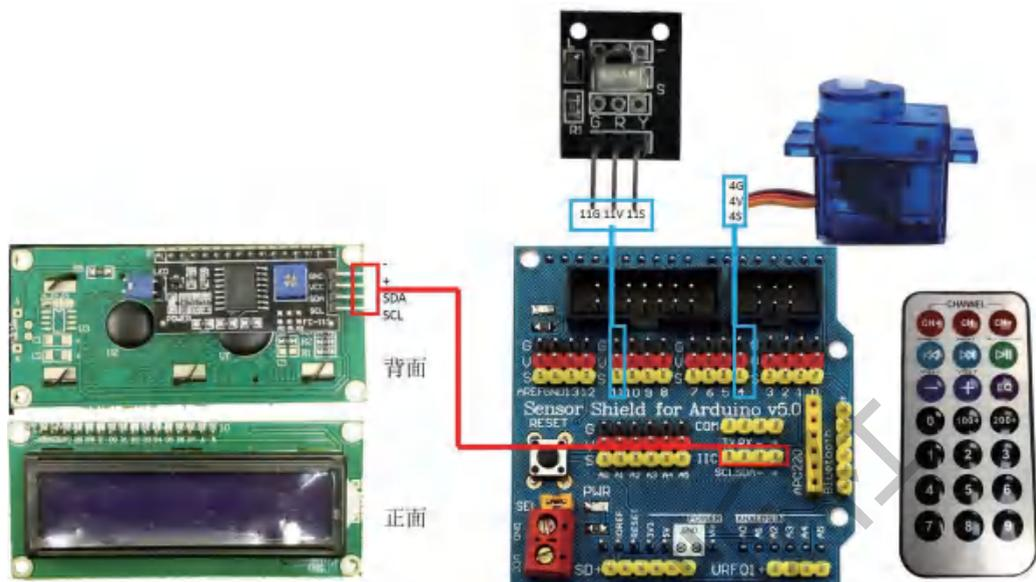

图15-7 万能摇控器闸门控制系统硬件连接示意图
(1) 取出舵机，将棕色GND引脚接入扩展板上4号口的G，红色VCC引脚接入4号口的V，黄色SIG引脚接入4号的S。在舵机上安装单向塑料指针片，并可在指针上安装模拟闸门的吸管。
(2) 取出1602LCD模块，将GND引脚接入IIC区的-，VCC引脚接入IIC区的+，SDA引脚接入IIC区的SDA，SCL引脚接入IIC区的SCL。
(3) 取出红外接收模块，将GND引脚接11号口的G，VCC引脚接11号口的V，OUT引脚接11号的S，万能摇控器闸门控制系统硬件连接示意图如图15-7所示。